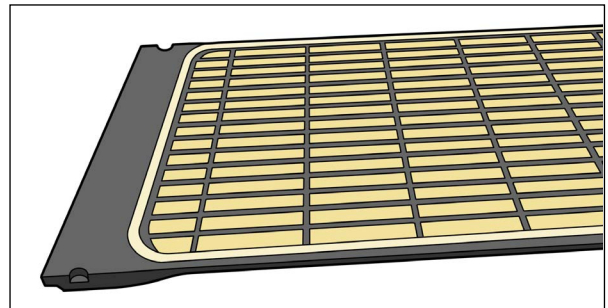

Fig. 2
4. Applicare diversi pezzi di nastro adesivo lungo il bordo per attaccare la pellicola alla superficie del DoseMax (Fig. 2).